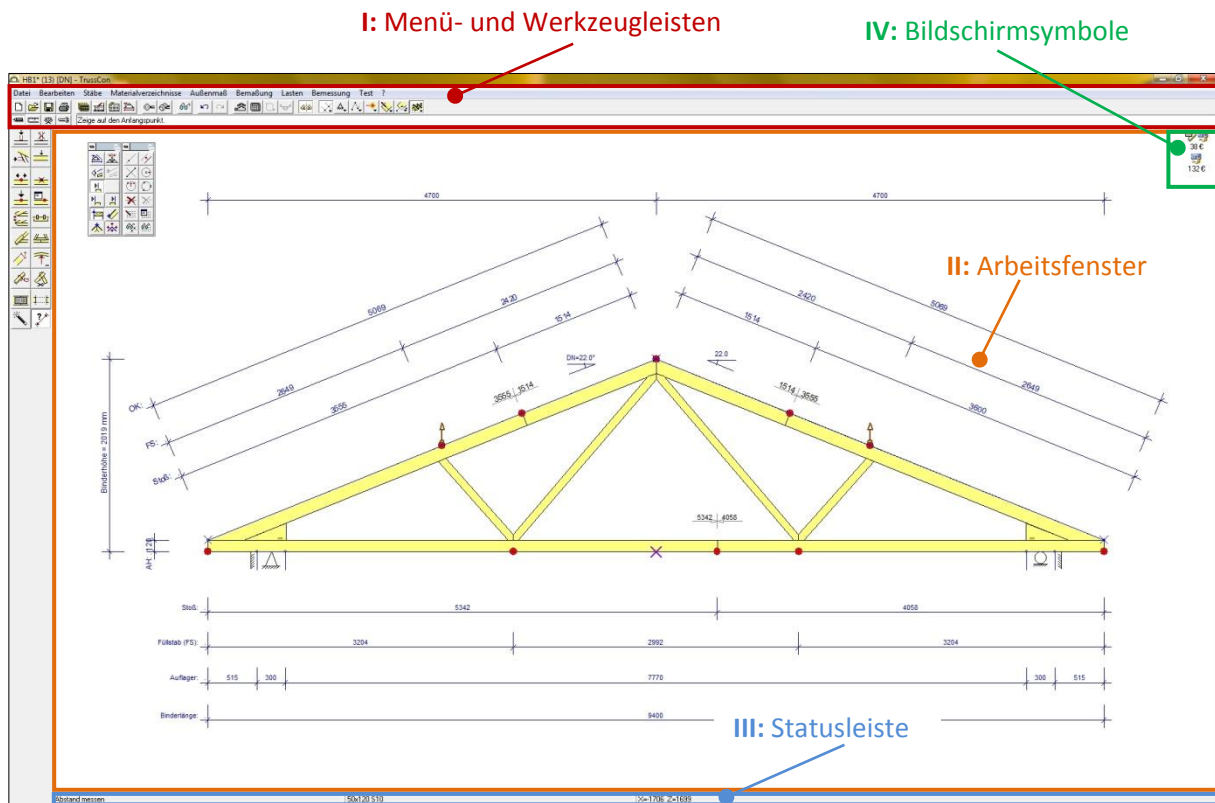
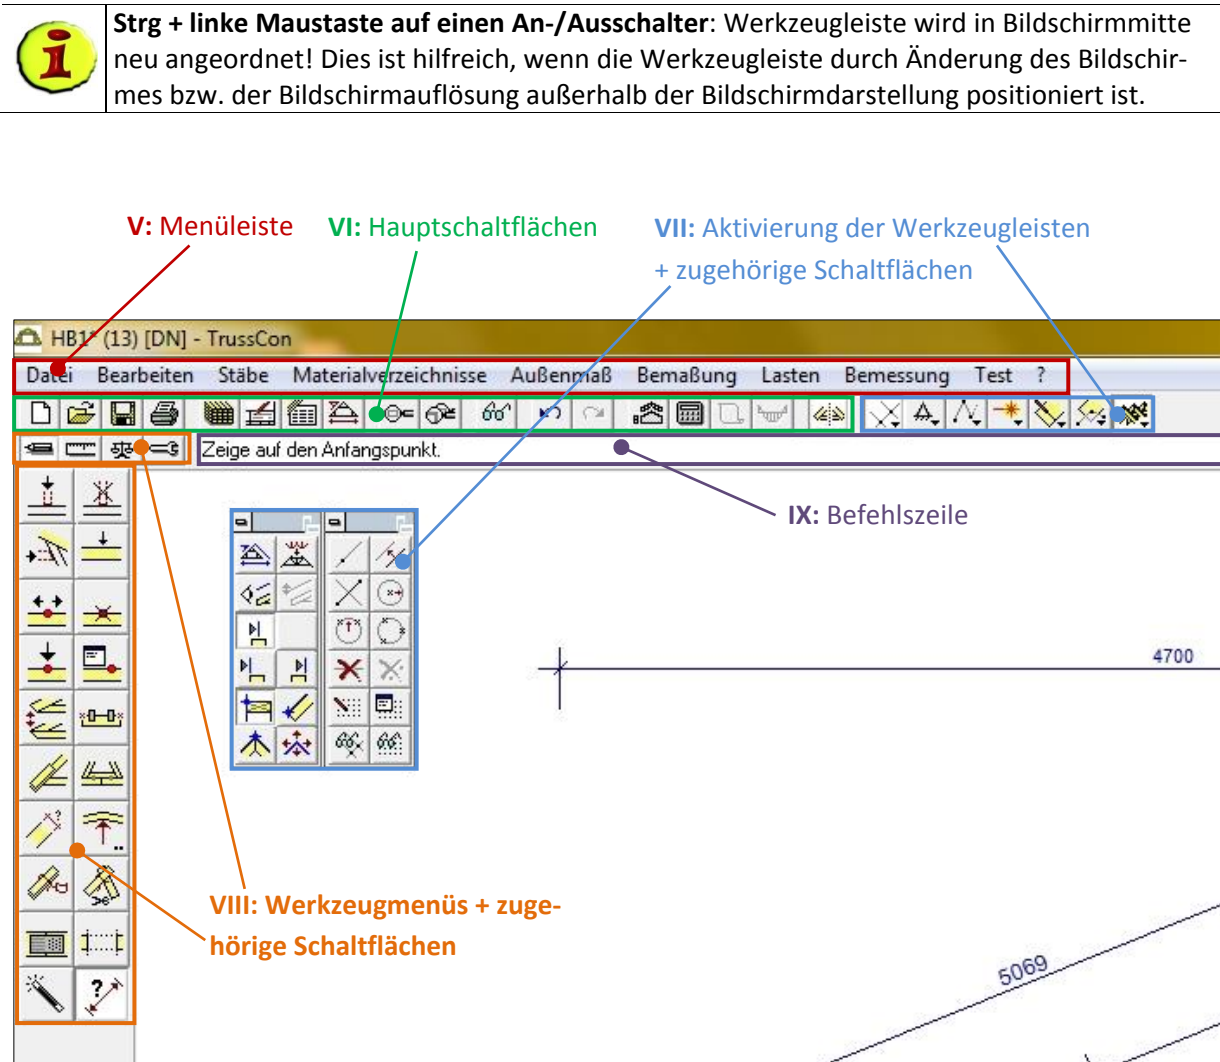

Abb. B 1
Abb. B 2
In Abb. B 1 sind die **Menü- und Werkzeugleisten (I)** zusammengefasst dargestellt. Diese sind in Abb. B 2 detaillierter abgebildet und werden weiter unten näher erklärt. Im **Arbeitsfenster (II)** ist der gewählte Binder zu sehen. Dieser kann mit Hilfe der Funktionen über die einzelnen Schaltflächen oder über das Kontextmenü (rechte Maustaste) angepasst werden.
Die **Werkzeugleisten (VII)** für *Hilfslinien*, *Auflager*, *Zeichenfunktionen*, *Laser*, *Stiftmark*, *Reduzierung* sowie *RoofCon* können über diese Schaltflächen aktiviert bzw. deaktiviert werden. Die Möglichkeit des An- und Ausschaltens dieser Werkzeugleisten wird durch ▼ unten rechts auf der Schaltfläche symbolisiert. In der Abb. B 2 sind die Werkzeugleisten *RoofCon* sowie *Hilfslinien* aktiviert. Diese Werkzeugleisten können beliebig positioniert und angeordnet werden. Im Gegensatz zu den **Werkzeugmenüs (VIII)** besteht die Möglichkeit, dass alle **Werkzeugleisten (VII)** angeschaltet sind.